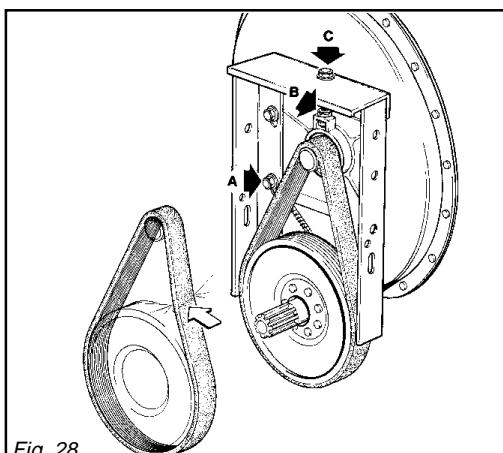

Fig. 28
L'aspiratore (Fig. 28) crea il vuoto ed è collegato mediante apposite tubazioni ai distributori dei semi.
The fan (fig.28) creates a vacuum and is connected by means of the special pipes to the seed distributor.
Das Gebläse (Abb. 28) schafft ein Vakuum und ist durch dazu bestimmte Leitungen mit den Säapparaten
L'aspirateur (Figure 28) produit le vide et est relié aux distributeurs de graines par des tuyaux spéciaux.
El aspirador (Fig. 28) crea el vacío y está conectado mediante tubos al efecto a los distribuidores de semillas.
- Allentare le viti (A Fig. 28);
- Allentare il dado (B Fig. 28);
- Loosen the bolts (A fig.28) :
- Loosen the nut (B fig.28);
- Die Schrauben (A Abb. 28) aufschrauben;
- Die Mutter(B Abb.28) aufschrauben;
- Desserrer les vis (A Figure 28);